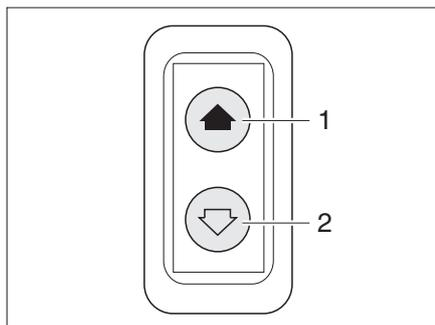

Fig. 27 Interruttore per alzacristalli elettrico
Il veicolo è dotato di un alzacristalli elettrico (Fig. 27) posto sul lato del conducente.
*Apertura:* ■ Premere l'interruttore in basso (Fig. 27,2).
*Chiusura:* ■ Premere l'interruttore in alto (Fig. 27,1).